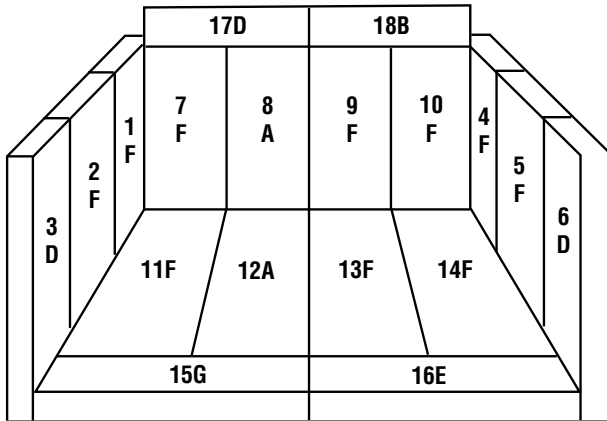

Figure 13
1. Installer les briques 1 à 18 en respectant la séquence numérotée indiquée à la **figure 13 (page 14)**.